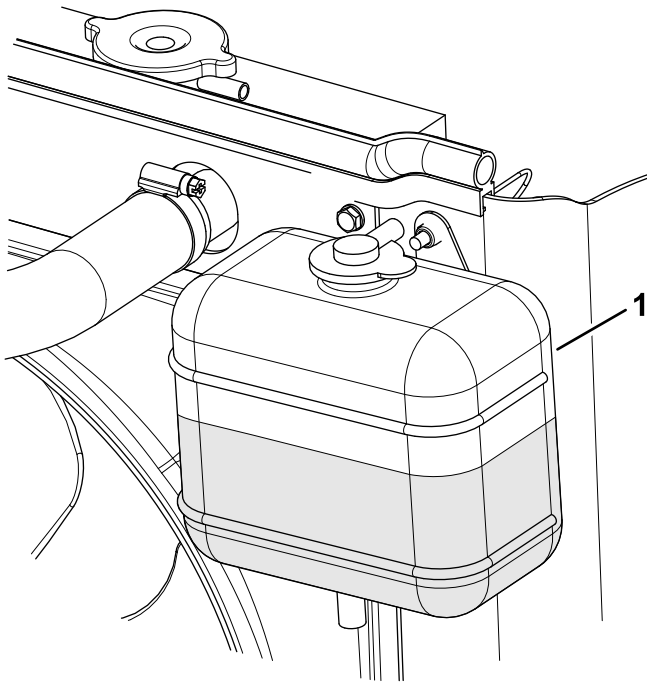

Figura 81
3. Controllate il livello di refrigerante nel serbatoio di espansione (Figura 81).